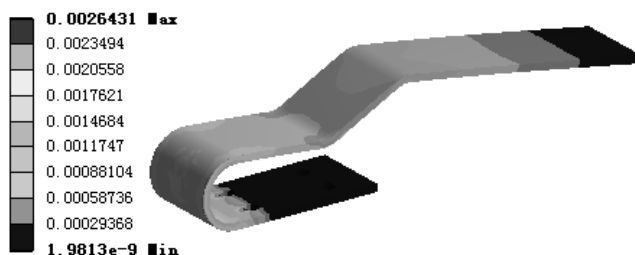

图 8.6.18 应变结果图解
(4) 查看应变结果图解。在“Outline”窗口中选中 Equivalent Elastic Strain，查看图 8.6.18 所示的应变结果，其最小应变为 1.9813×10^{-9} mm/mm，其最大应变为 0.0026431 mm/mm。